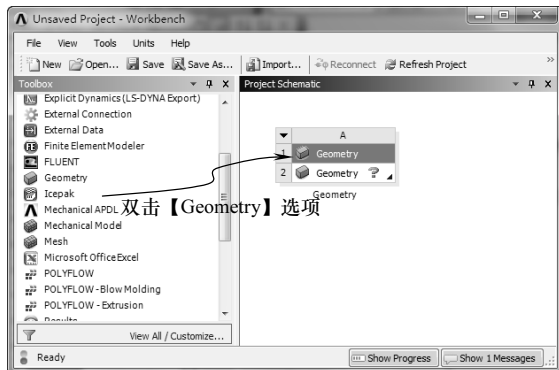

图 9-5 创建分析项目 A
3) 双击【Toolbox (工具箱)】中【Component Systems】下的【Geometry】选项，即可在【Project Schematic (项目管理区)】创建分析项目 A，如图 9-5 所示。